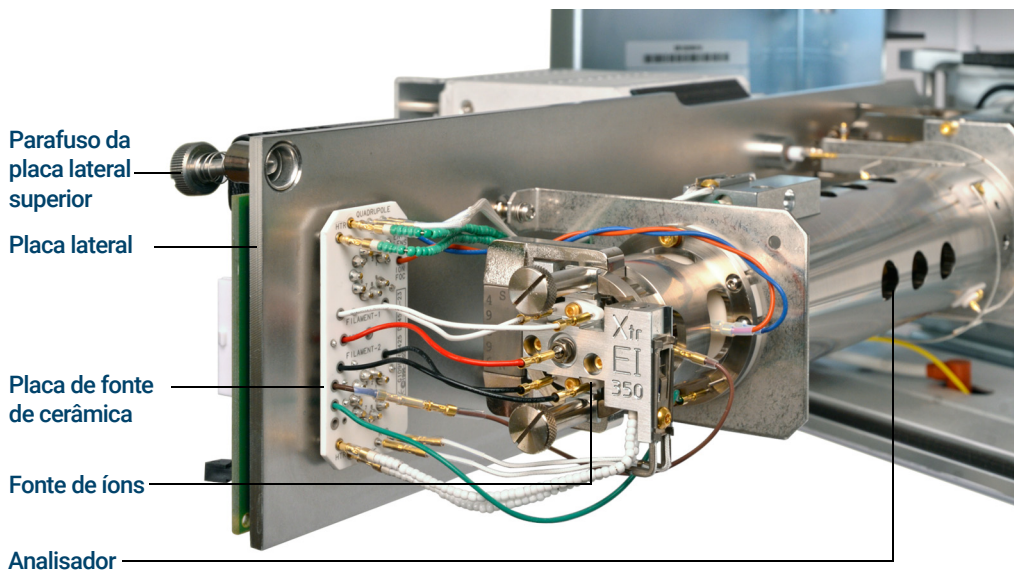

Figura 45. A câmara do analisador para um modelo Inert+ do MSD
- 3 Solte os parafusos da placa lateral do analisador, se eles estiverem apertados. (Consulte Figura 45 na página 162.)